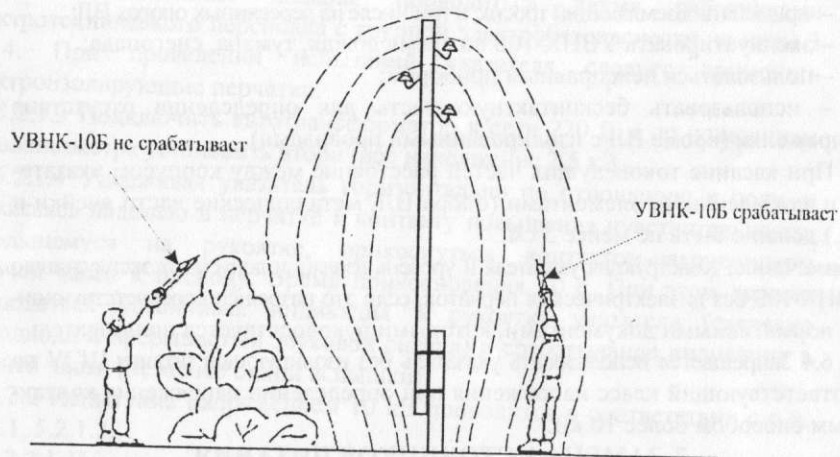

Рисунок 3
3.6.2 Для проверки наличия напряжения с земли на ВЛ 10 – 110 кВ нужно, не одевая перчатки, взять указатель за рукоятку, касаясь контакта 4 большим пальцем, поднять максимально высоко над головой по направлению к проводам ВЛ (см. рисунок. 3 на стр.14).
4.3 При определении наличия напряжения на ВЛ, ТП с земли чувствительность БЧ сильно уменьшается вблизи деревьев, кустарников и других посторонних предметов, в непосредственной близости от опоры, от членов бригады, а также при использовании БЧ на деревянной опоре. Поэтому при наличии деревьев и других посторонних предметов, закрывающих провода, необходимо отойти к середине пролета, свободной от помех распространению электрического поля (см. рис. 3). Штриховыми линиями схематично изображены силовые линии электрического поля.